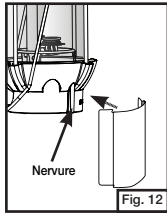

Fig. 12
- Posición de almacenamiento. El reflector se engancha en los rebordes de la parte trasera del collarín. (Fig. 12 y 13)